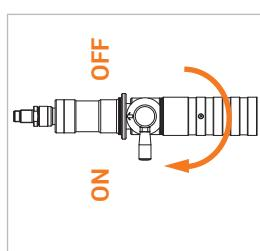

Abbildung 11
- ▶ Drehen Sie den Betätigungshebel (Pos. 3) der Füllkupplung vollständig um 180° in die ON-Position (Abbildung 11). **Wenn sich der Betätigungshebel nicht leicht drehen lässt,** nehmen Sie den WEH® Servicenippel nochmals heraus und setzen ihn erneut ein.